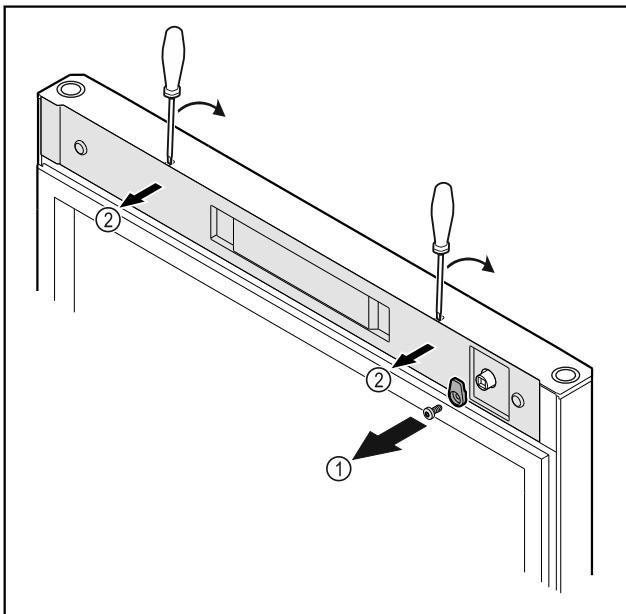

Fig. 11
- Schließhaken Fig. 11 (1) abschrauben.
- Abdeckung Fig. 11 (2) mit einem kleinen Schraubendreher ausrasten und abnehmen.